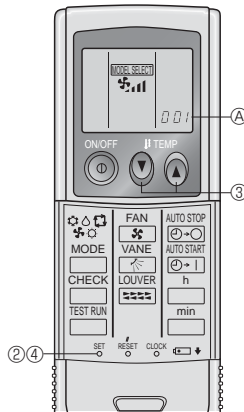

Fig. 6-3
3) Einstellung (Fig. 6-3)
- 3 Temp- (A) -Taste zum Einstellen der Modellnummer drücken. Bei einem Fehler ist die ON/OFF (B) -Taste zu drücken und der Vorgang ab Schritt 3 zu wiederholen.